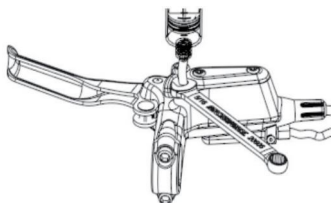

Figura 5-3 Utilizzare una chiave inglese da 8 mm per allentare/serrare la filettatura dell'ugello dell'olio del corpo del morsetto
- ④ Utilizzare una chiave inglese da 8 mm per serrare l'ugello di ingresso dell'olio del corpo superiore della bilancia (ruotare in senso orario di circa 1 giro e mezzo, come mostrato nella Figura 5-3).
⑤ Riempimento formale dell'olio: per prima cosa, premere verso il basso e poi rilasciare la maniglia del freno con la mano finché non vengono scaricate più bolle dal tubo della siringa. Se l'effetto non è evidente, premere prima la siringa con la mano per consentire all'olio dei freni di entrare nel freno a disco, quindi estrarre la siringa per espellere le bolle. Ripetere questa azione da tre a cinque volte, quindi continuare a premere e rilasciare la maniglia del freno finché non vengono scaricate più bolle dal tubo della siringa. Il riempimento dell'olio è completato, estrarre la siringa, inserire l'ugello dell'olio nel corpo principale e serrare la vite di riempimento dell'olio.